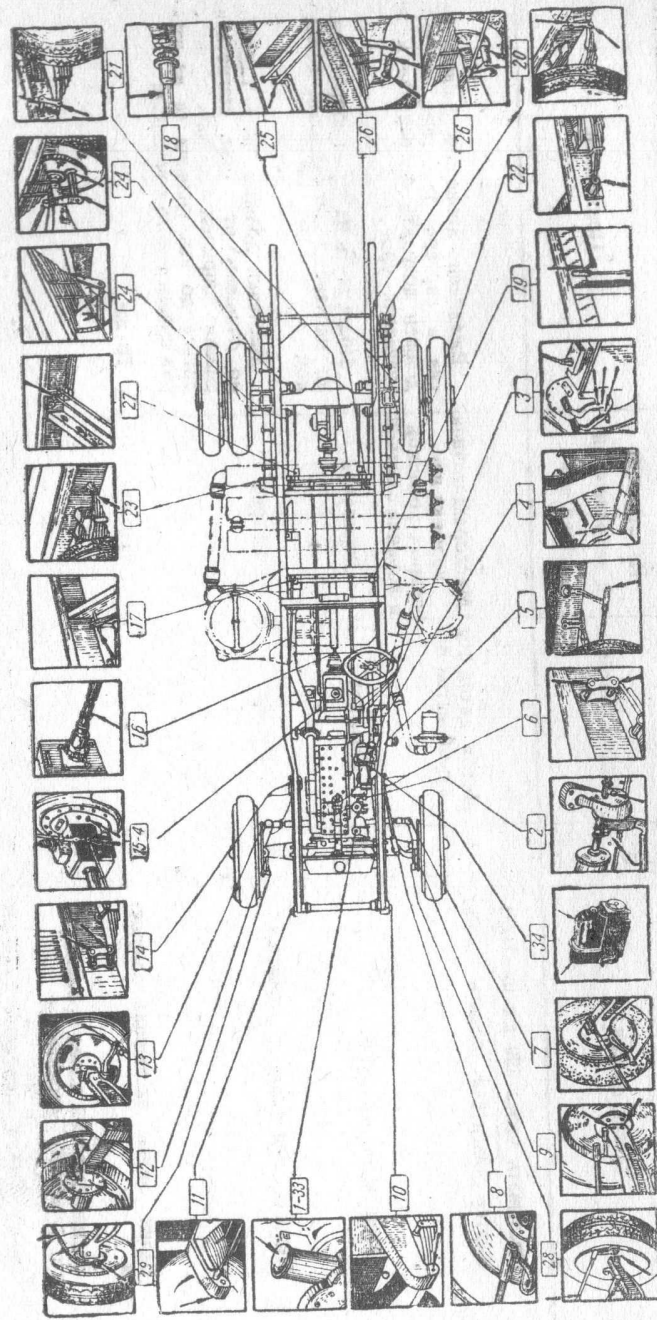

Рис. 18. Карта первой смазки автомобиля ЗИС-21.
6. Первая смазка автомобиля (рис. 18)